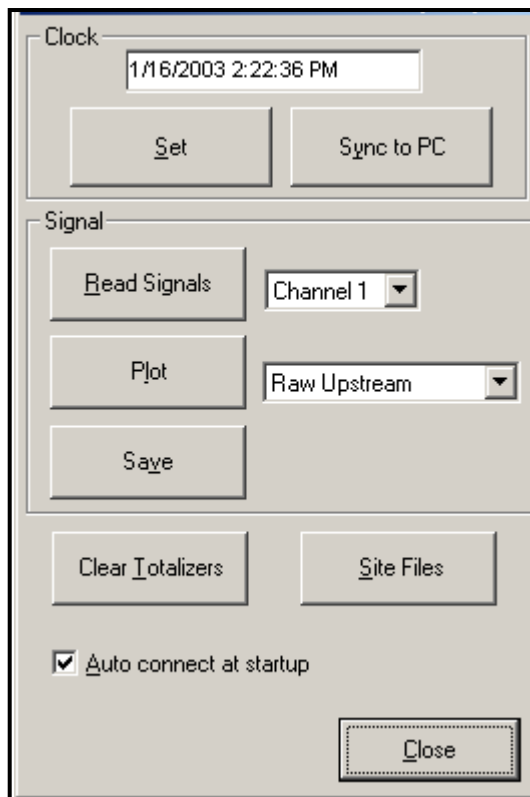

Figura 28: Opciones de señal activa
1. Haga clic en el botón *Leer señales*. (Si el medidor es un instrumento multicanal, abra el menú desplegable Canal y haga clic en el canal deseado). Tras un instante, la ventana *Propiedades* aparece similar a Figura 28.